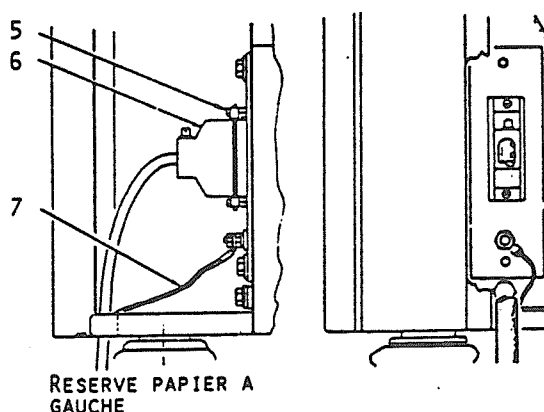

FIG.4
- .. dans la réserve papier, embase à gauche (fig.4)